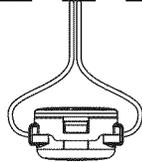

Fig. 17
- Sujete la perilla del cabezal de corte y haga girar el cabezal de corte hacia la derecha para enrollar la línea en la bobina hasta que salga 5 pulgadas (12.7 cm) por cada lado del cabezal de corte (Fig. 17)
- Oprima fuertemente las orejetas que se encuentran a cada lado del cabezal de corte. (Fig. 17)